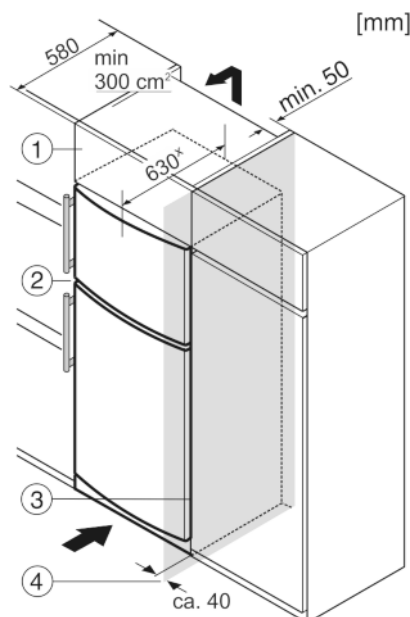

Fig. 10
- (1) Дополнительный шкафчик (3) Кухонный шкаф
(2) Устройство (4) Стенка
Устройство может быть окружено кухонными шкафами. Чтобы уравнивать устройство Fig. 10 (2) по высоте с кухонной стенкой, можно установить над устройством дополнительный шкафчик Fig. 10 (1).
При комбинировании с кухонными шкафами (глубина макс. 580 мм) устройство можно установить непосредственно рядом с кухонным шкафом Fig. 10 (3). Устройство выступает сбоку на 34 мм * и по центру на 50 мм * относительно передней стенки кухонного шкафа.
Если устройство установлено на шарнирах у стены Fig. 10 (4), то расстояние между устройством и стеной должно быть не менее 40 мм. Настолько выступает ручка при открытой двери.